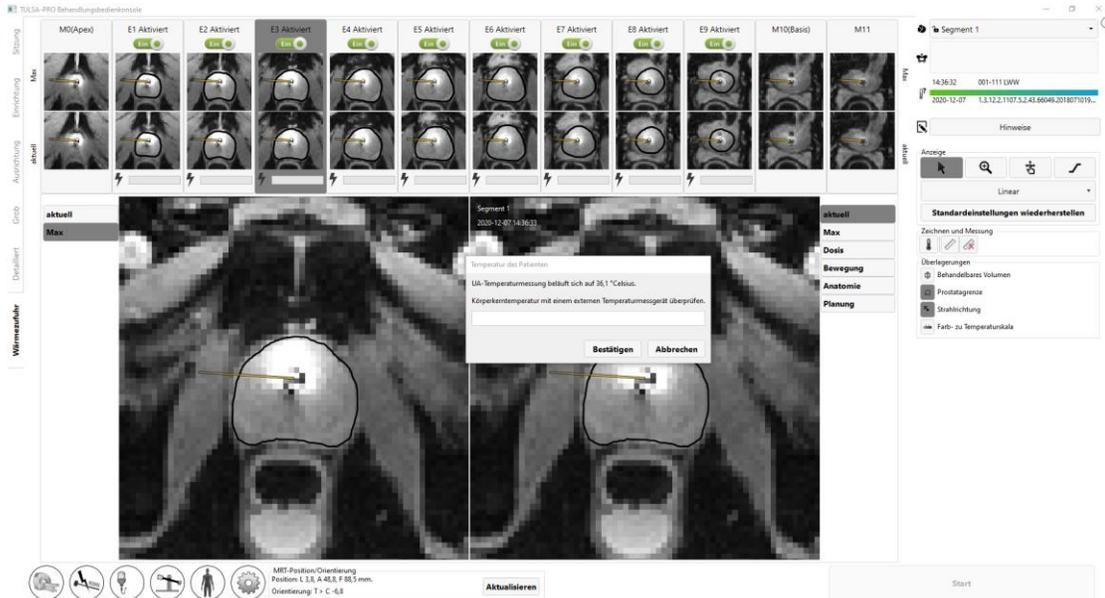
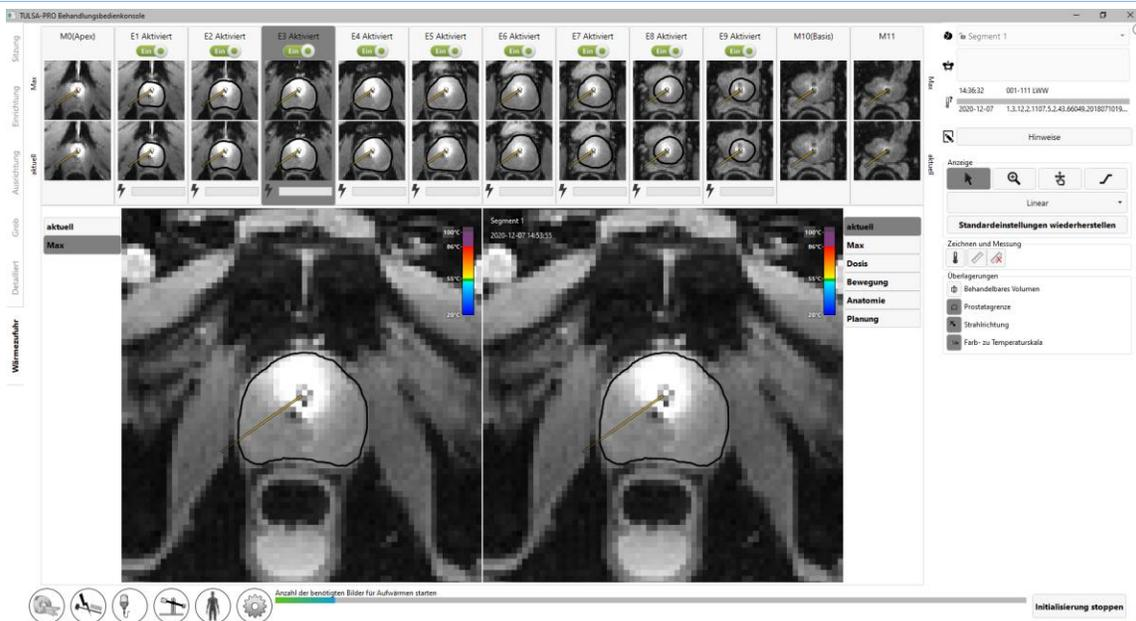

Abbildung 75: Der Benutzer muss die Körperkerntemperatur des Patienten eingeben, bevor er zu „Verabreichung“ übergehen kann
Abbildung 76: Status „Initialisieren der Behandlung“
7. Radiologe: Klicken Sie in der TDC auf **Behandlung starten**. Sie werden aufgefordert, vor dem Fortfahren die Körperkerntemperatur mit einem externen Temperaturmessgerät zu kontrollieren (Abbildung 75). Geben Sie die Temperatur in Grad Celsius ein, und klicken Sie auf **Bestätigen**. Die TDC wechselt dann in den Status **Initialisieren der Behandlung** und ist nun zum Empfangen von Thermometriebildern bereit (Abbildung 76).